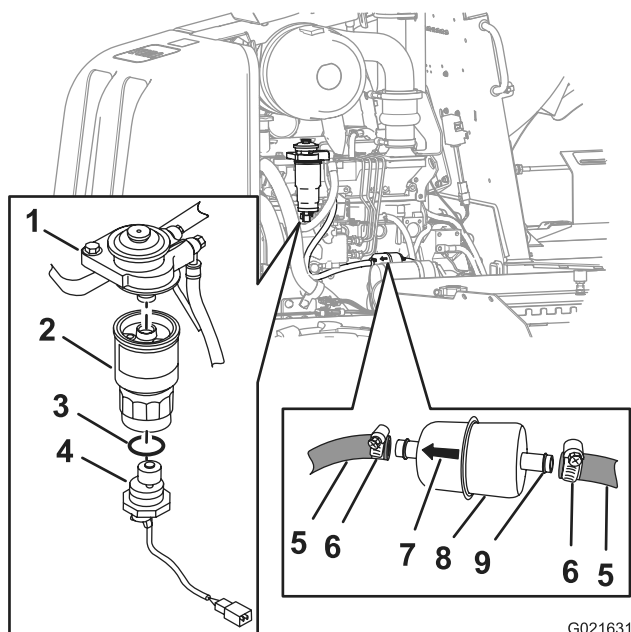

Figure 55
- C. Saisissez fermement l'élément filtrant secondaire et tournez le capteur d'eau dans le sens antihoraire, puis déposez le capteur d'eau (Figure 55).
D. Saisissez fermement l'élément secondaire du filtre à carburant, tournez-le dans le sens antihoraire et déposez-le de l'adaptateur (Figure 55).
- B. Alignez l'élément secondaire neuf sur l'adaptateur du filtre (Figure 55).
- D. Glissez le joint torique neuf sur le capteur d'eau (Figure 55).
- E. Alignez le capteur d'eau au bas de l'élément secondaire (Figure 55).
- F. Saisissez fermement l'élément secondaire et tournez le capteur d'eau à la main dans le sens horaire jusqu'à ce qu'il soit serré (Figure 55).
3. Desserrez les colliers et détachez le préfiltre des flexibles de carburant (Figure 55).
4. Alignez le préfiltre neuf sur les flexibles en dirigeant la flèche imprimée sur le filtre vers l'avant (Figure 55).
5. Branchez les flexibles au raccord du préfiltre et serrez les colliers (Figure 55).